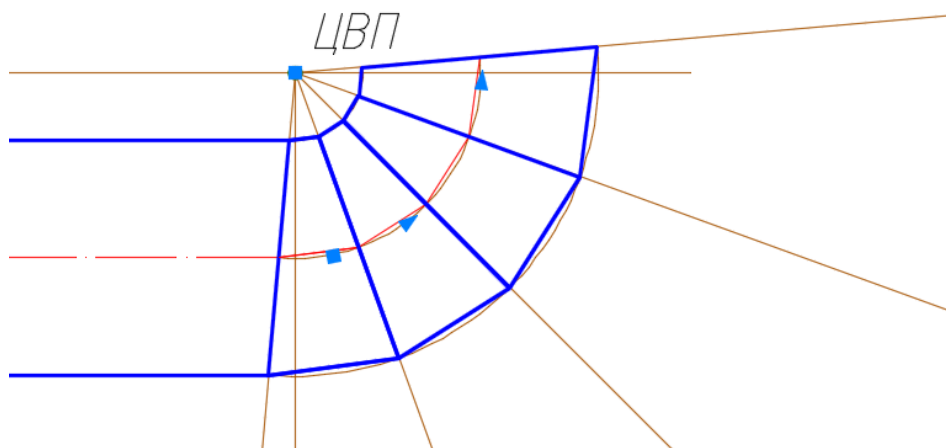

Рис. 115. Выполнения контуров секций колена трубы для подачи загрязненного воздуха
– выделить хорды, сварной шов первой и второй секции трубы и скопировать их с помощью операций **Редактирование** → **Круговой массив** → задать параметры массива: центральная точка массива *ЛКМ* на *ЦВП*, **Ассоциативный** → **Нет**, **Объекты** → 4, **Угол заполнения** – 75 (рис. 115);